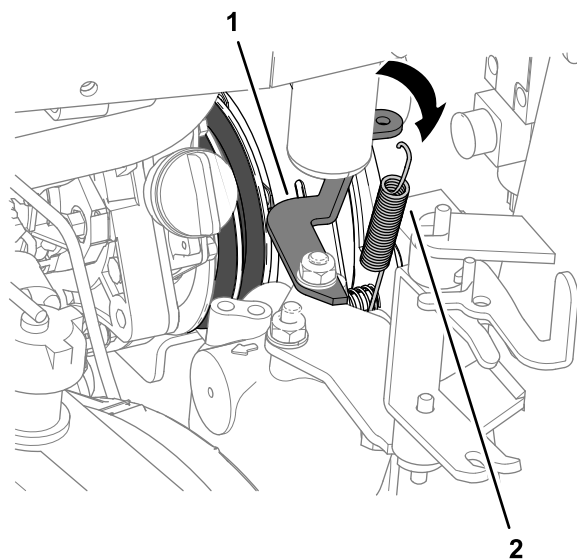

Figura 90
5. En el lado del radiador, desenganche el muelle del amortiguador del embrague del soporte del muelle (Figura 90).
4. Enganche el muelle del amortiguador del embrague entre el perno de la placa del embrague interior y el soporte del muelle; consulte la Figura 90 en Retirada de las correas de la toma de fuerza (página 66).